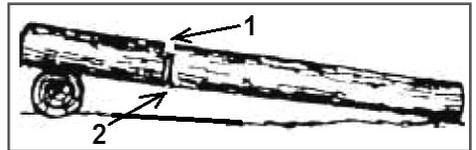

Рис.13 Пропилы при раскряжевке дерева на одной опоре
- Бревно лежит на одной опоре (Рис.13). Разгрузочный пропил (1) на 1/3 бревна делается сверху. Основной пропил (2) делается снизу навстречу разгрузочному пропилу.